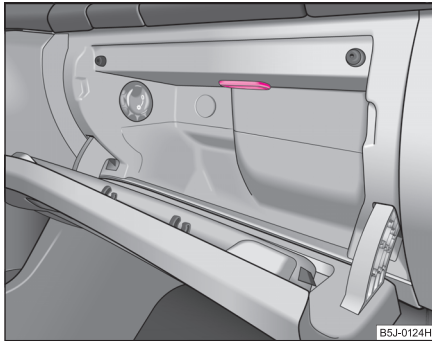

Abb. 175 Leuchte im Ablagefach auf der Beifahrerseite ausbauen
- Ein Messer oder Ähnliches seitlich zwischen Leuchte und Ablagefach schieben ⇒ Abb. 175. Leuchte vorsichtig heraushebeln.